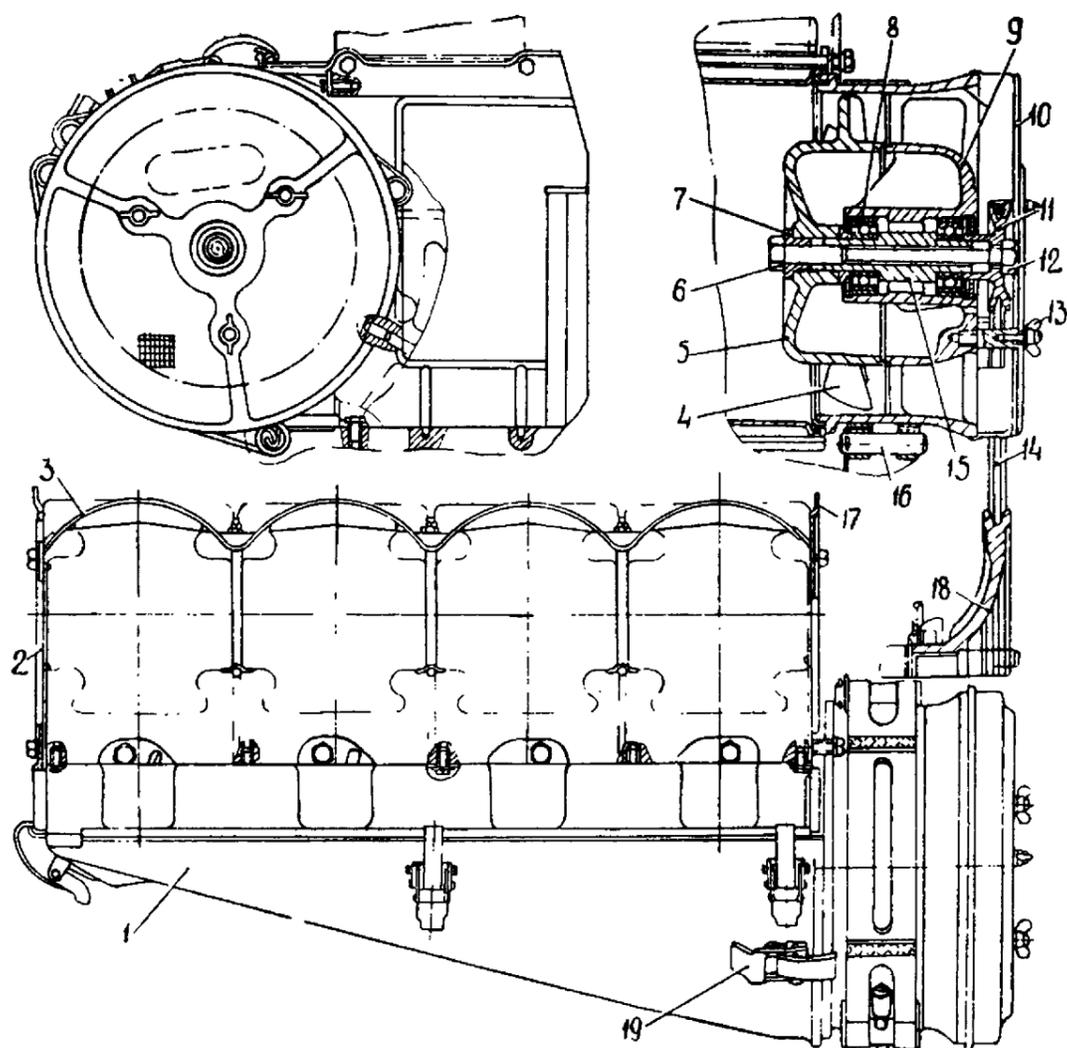

Рис. 26. Система охлаждения двигателя:
4. Ослабла гайка 12 (рис. 26) шкива вентилятора — затяните гайку 12.